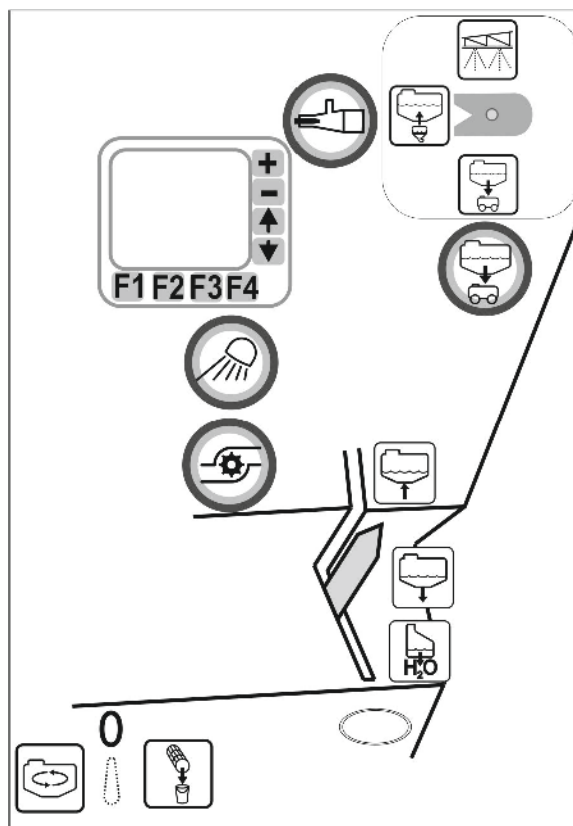

Bild 140
- Rengör sugfiltret (Bild 140) dagligen efter rengöring av fältsprutan.
- Smörj O-ringen nedtill på sugfiltret (Bild 140/4). Se till att O-ringen monteras korrekt.
1. Lossa locket på sugfiltret (Bild 140/2).
2. Ta ut locket med sugfilter (Bild 140/3) och rengör med vatten.
6. Lossa locket på sugfiltret (Bild 140/2).
7. Flytta avlastningsventilen på sugfiltret (Bild 140/1)
8. Ta ut locket med sugfilter (Bild 140/3) och rengör med vatten.